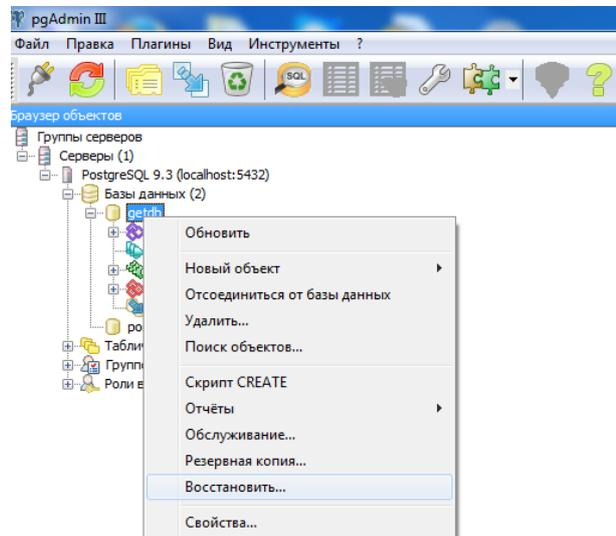

Рисунок 19
- щелкнуть правой клавишей мыши по базе данных *getdb*, вызвать контекстное меню и выбрать в нем пункт «Восстановить» (рисунок 19);